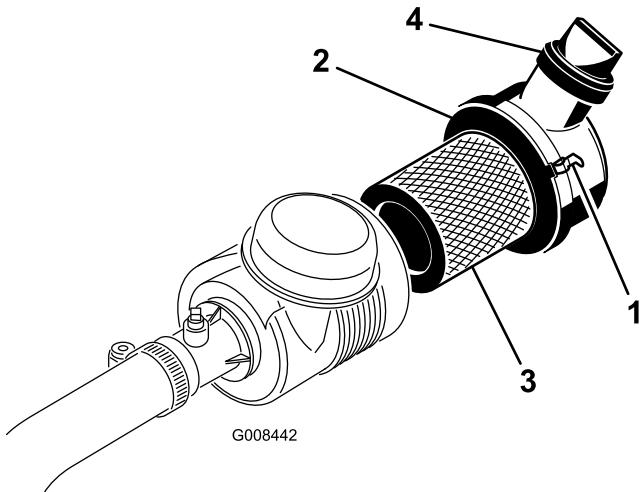

Figure 33
1. Desserrez les fixations qui maintiennent le couvercle sur le boîtier du filtre à air (Figure 33).
7. Vérifiez que les attaches fixent bien le couvercle au boîtier (Figure 33).